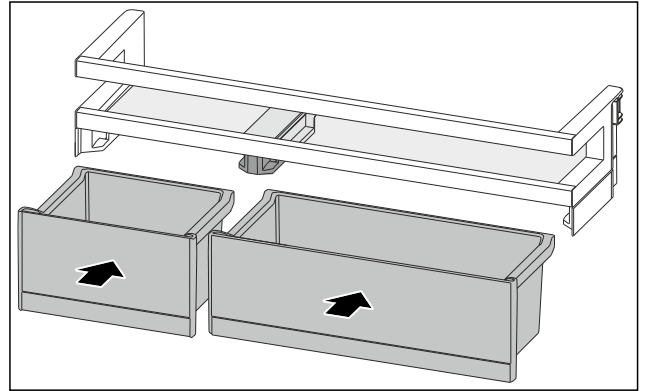

Fig. 185
- ▶ Вставте контейнери VarioBox у змінені положення. (див. Fig. 185)